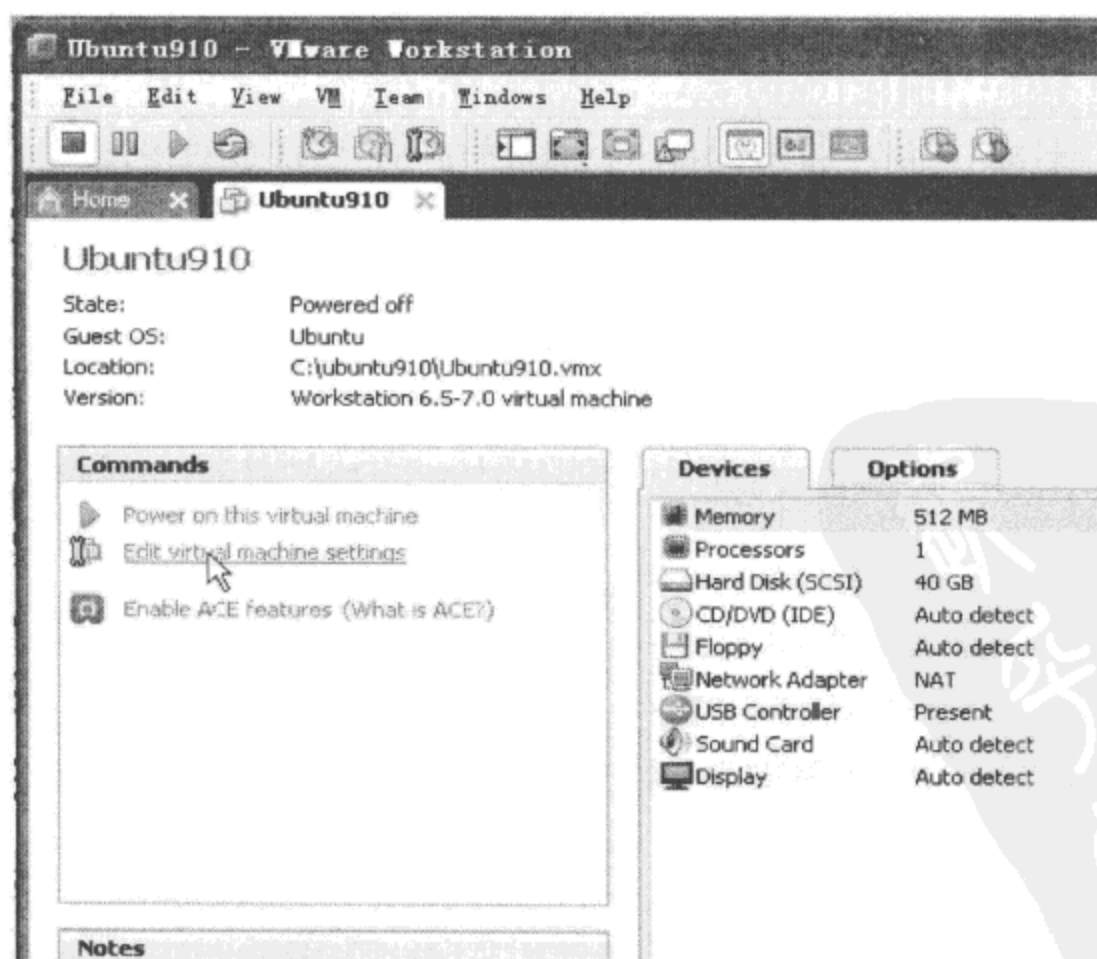

图 4-16 修改虚拟机属性
③ 图 4-16 中选择“Edit virtual machine settings”,可以增减、修改虚拟机的设备。